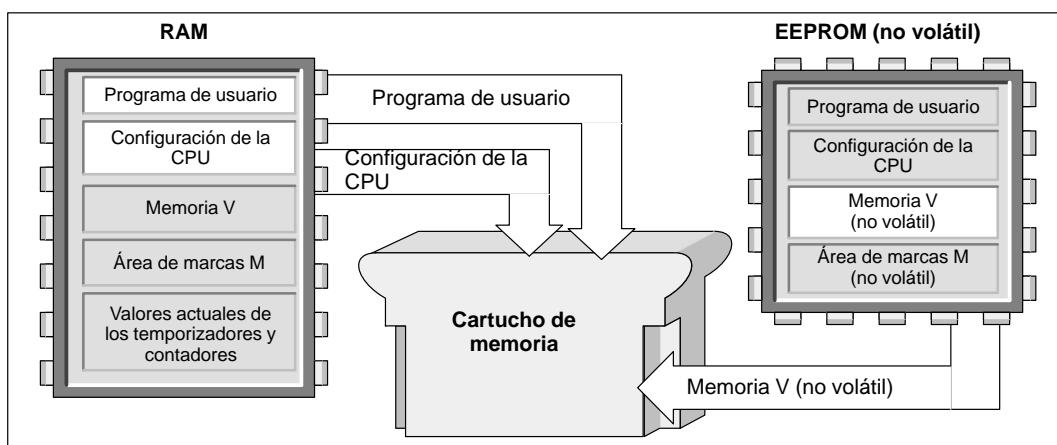

Figura 7-20 Copiar la memoria de la CPU en el cartucho de memoria
2. Elija el comando de menú **CPU ▶ Cartucho de memoria** para copiar el programa en el cartucho de memoria. La figura 7-20 muestra los componentes de la memoria de la CPU que se almacenan en dicho cartucho.